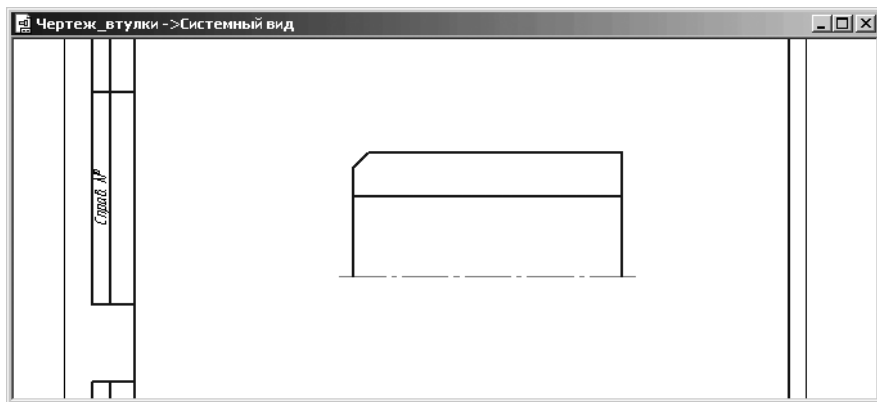

Рис. 4.70. Результат построения фаски
- щелкните по левому вертикальному, а затем по верхнему горизонтальному отрезкам, как можно ближе к местоположению фаски. Появится фаска на втулке с левой внешней стороны (рис. 4.70);